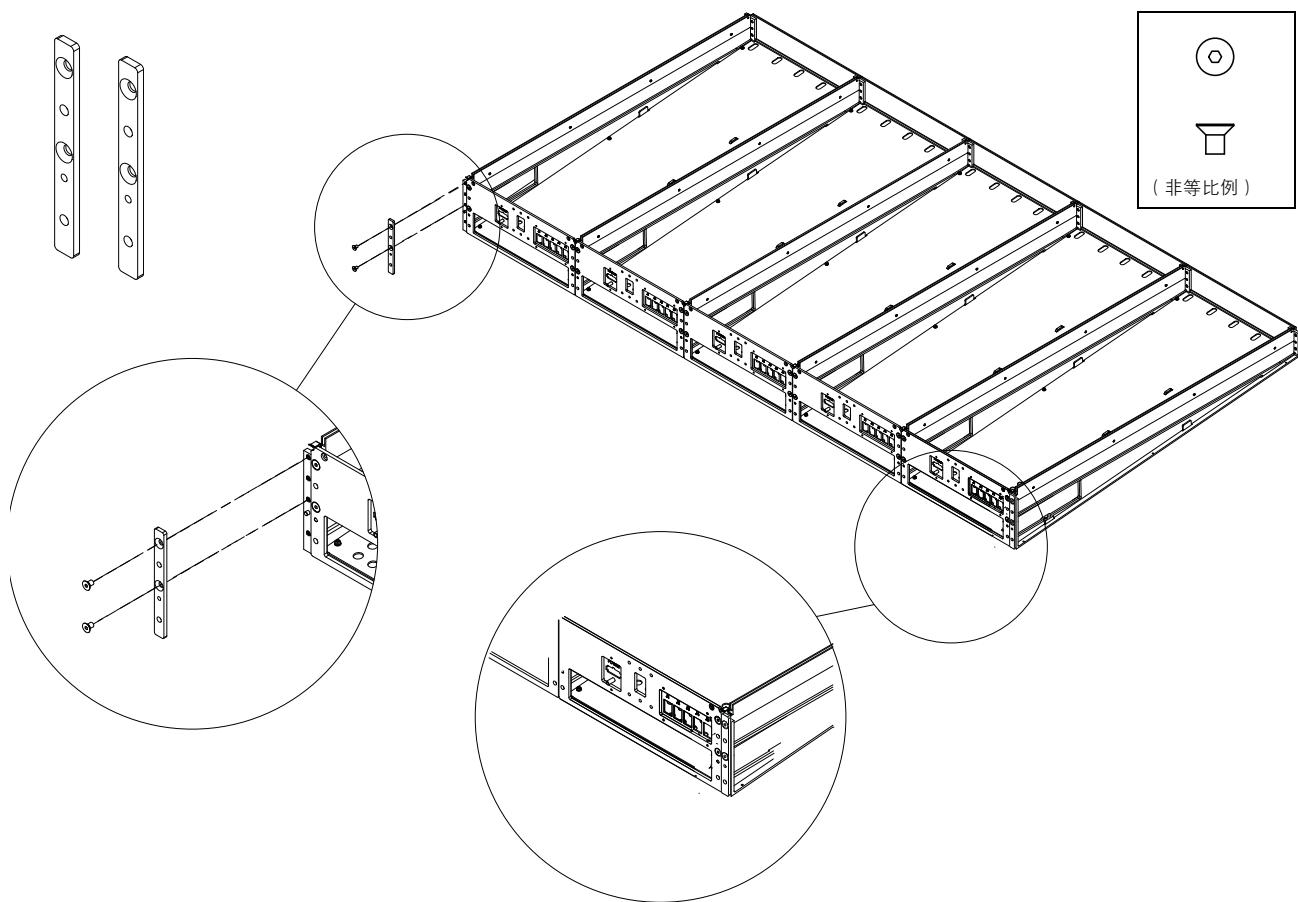

图 21 后端支脚安装间隔条 (左上) 及其装配方式
- 2 站在机架后端, 然后分别使用两个六角紧固件将两个间隔条分别装配到机架的左后角和右后角 (见图 21)。确保正确设定间隔条的方位。